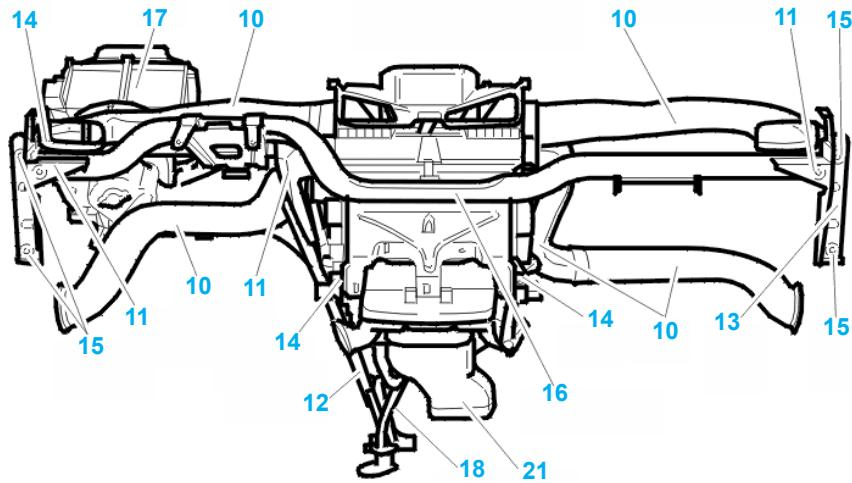

Fig.Chauf.6
- Déposer (Fig.Chauf.6) :
- les conduits d'air (10),
- les masses (11),
- le tirant (12),
- la vis de fixation (13) du support BSI,